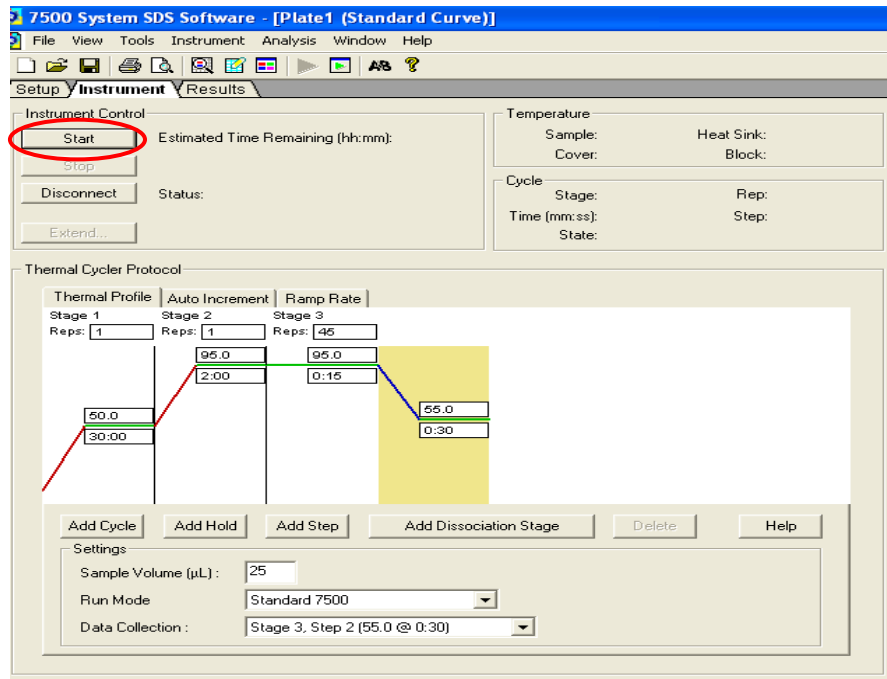

Figura 7.- Programación de las condiciones de corrimiento del termociclador utilizando la enzima Invitrogen Superscript III Platinum
- En esta parte de la programación se verifican que las condiciones de termociclado, volumen de la reacción y el modelo en que fue programada la corrida, correspondan a las descritas en el protocolo de Influenza del CDC, observar en la figura 7.